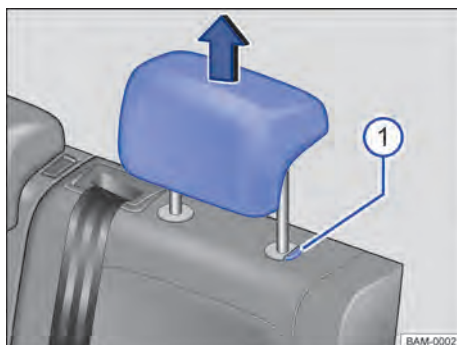

Fig. 101 Desinstalar o apoio para cabeça traseiro.
- Retirar o apoio para cabeça com o botão → Fig. 101 ① pressionado.